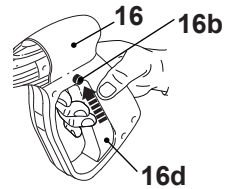

Fig. 22
5. Bloquee o gatilho (16d) pressionando o botão para ativar (16b) (Fig. 22).